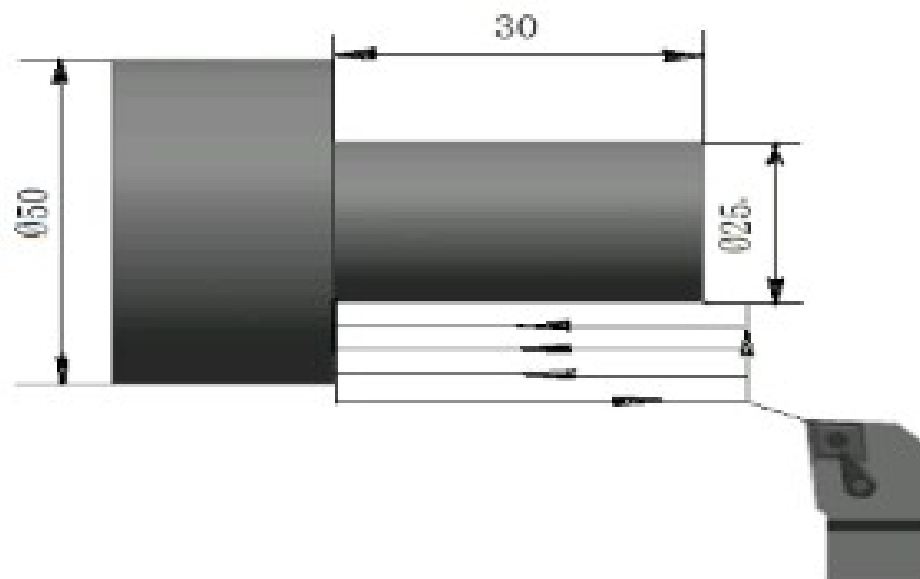

图4-5 G90轨迹示意图
- (1) 快速进刀（相当于G00指令）
- (2) 切削进给（相当于G01指令）
- (3) 退刀（相当于G01指令）
- (4) 快速返回（相当于G00指令）
- 单一形状固定循环指令用一个程序段完成上述 ① ~ ④的加工操作。如图4-5。